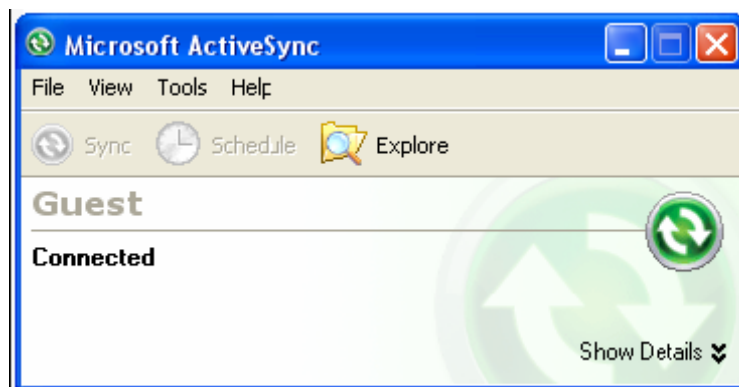

图 5.5 ActiveSync 连接 OK
4. 这时 ActiveSync 状态显示为“已连接”，如图 5.5 所示。